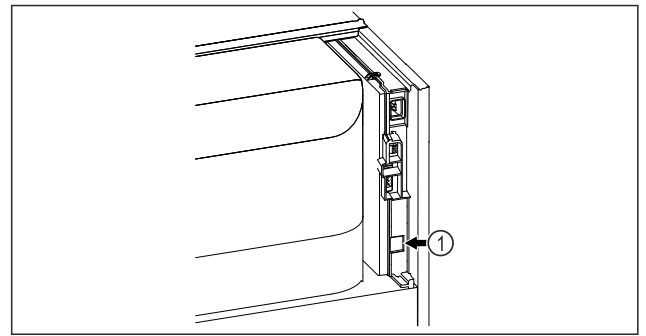

Fig. 61
- SmartModule Fig. 61 (1) ist eingesetzt.